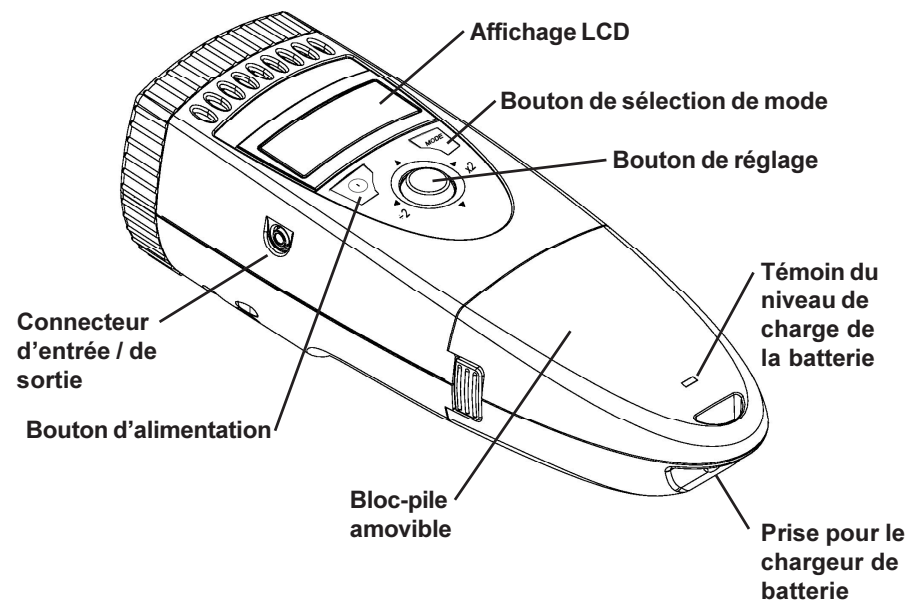

Figure 2 PALM STROBE x
2. Branchez le câble du chargeur dans la prise du chargeur de batterie sur le bloc-pile (pour l’emplacement, voir Figure 2).